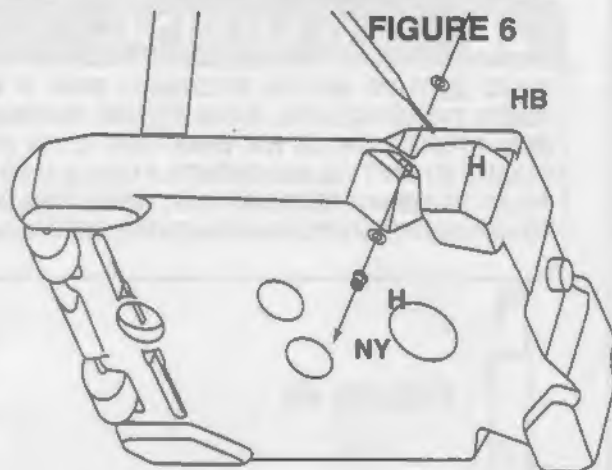

FIGURE 6
- Attach one pole brace to the hole in the base with one 5/16" x 1" Hex Bolt (HB), two 5/16" Flat Washers (H), and one 5/16" Nylock Nut (NY) until **finger tight** (Figure 6).
- Fixer une armature de poteau au trou de la base à l'aide d'un écrou à six pans (HB) de 5/16 po x 1 po, de deux rondelles plates (H) de 5/16 po et d'un écrou Nylock (NY) de 5/16 po puis serrer le tout à la main (Figure 6).